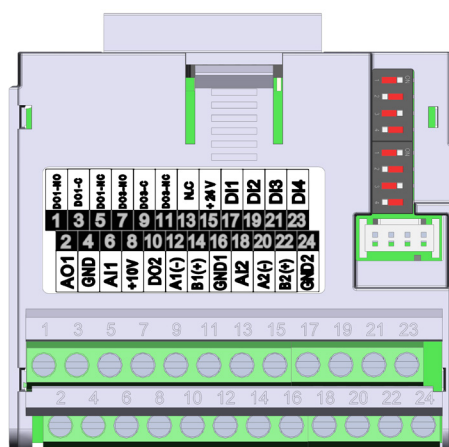

图20.4: 插入模块CFW500-CRS485
CFW500-CRS485 插入式模块在端子 12 (A-) 和 14 (B+) 处具有通过 RS-485 端口的串行 (1) 接口, 以及通过另一个 RS-485 端口的串行 (2) 接口在端子 20 (A2+) 和 22 (B2+) 处, 请参见图20.4 (第20-1页)。另请参见, 端子 16 上的 GND1 和端子 24 上的 GND2 彼此隔离, 并与端子 16 上的 GND 隔离。